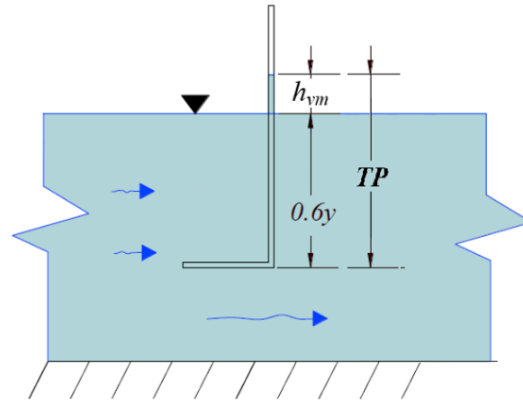

Figura 2. Tubo de Pitot
5. Medir el nivel de fondo del canal N_f y de superficie libre del agua N_s en cada sección, en m, y con el tubo de Pitot (figura 2), la carga de velocidad h_{vm} , en m. Registrar las mediciones en la tabla 1.